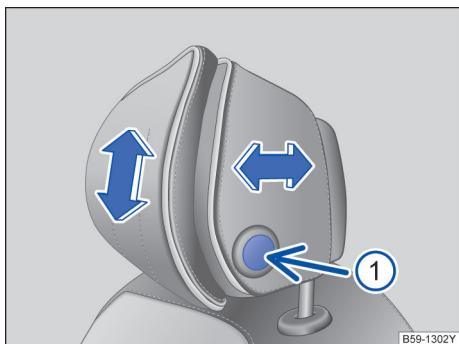

图 88 调整前排头枕
- 向上推或向前调节头枕→图 88，同时沿箭头方向移动头枕→▲。
- 下压或向后调节头枕，按下侧面按钮→图 88 ①，同时沿箭头方向移动头枕→▲。